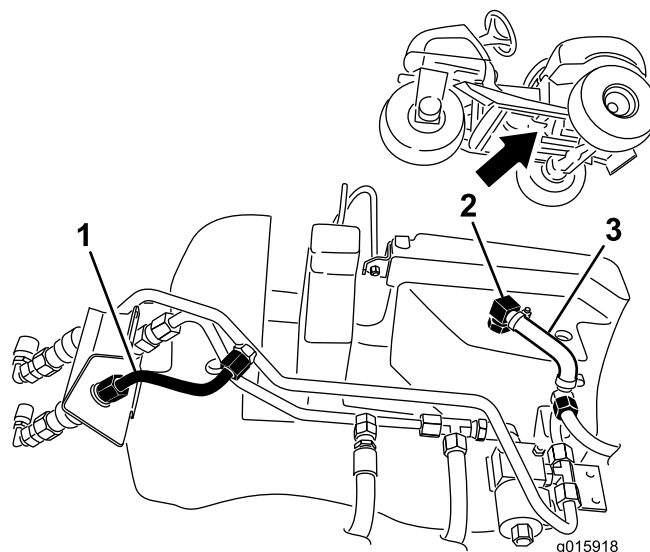

Figura 8
1. Desligue o tubo hidráulico pequeno da ligação e a porta do tubo hidráulico (Figura 8).
2. Retire o pequeno tubo moldado desligando-o da pequena ligação de cotovelo no depósito hidráulico e o pequeno tubo hidráulico (Figura 8). Guarde os grampas, mas elimine o tubo.
3. Retire a pequena ligação de cotovelo do depósito hidráulico (Figura 8).